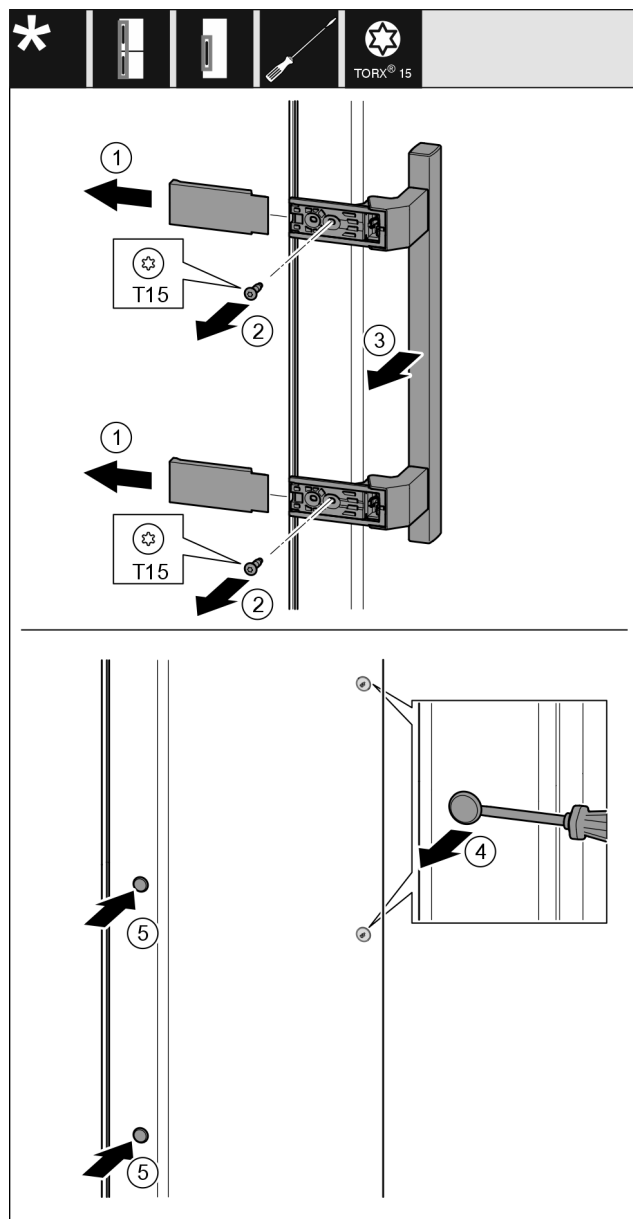

Fig. 23
- Stáhněte kryt Fig. 23 (1).
- Šroubovákem vyšroubujte šrouby Fig. 23 (2).
- Sejměte madlo Fig. 23 (3).
- Postranní zátku Fig. 23 (4) opatrně plochým šroubovákem nadzvedněte a vytáhněte.
- Zátku Fig. 23 (5) opět vložte na druhé straně.